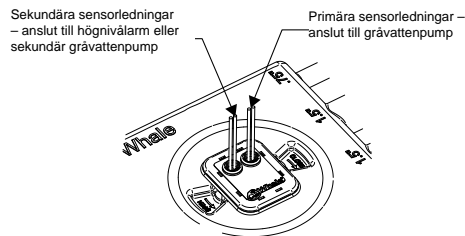

Fig. 9B Dubbelsensormodeller
- Fig. 9B Dubbelsensorsversion